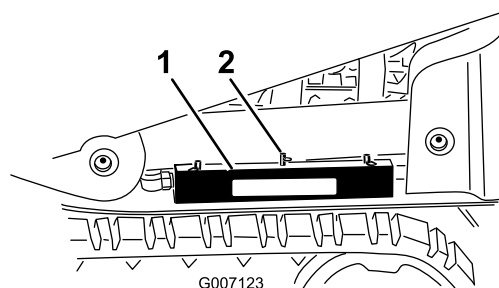

Figure 29
4. Enlevez la goupille fendue et l'axe de chape qui fixent le verrou de vérin au châssis (Figure 29).
5. Placez le verrou de vérin en position de rangement sur le châssis et fixez-le en place avec l'axe de chape et la goupille fendue (Figure 29).